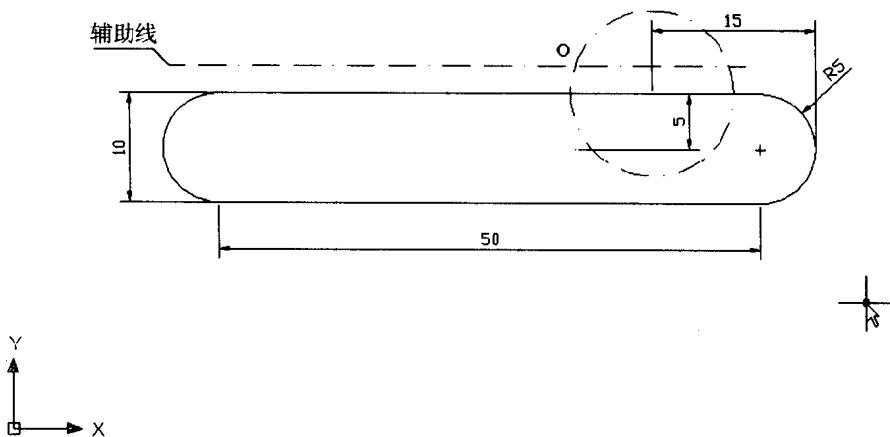

图 1-12 创建辅助圆
- (1) 用前述方法先生成无 R8 圆弧的图形。
- (2) 应用圆弧底和水平线偏移 5 的条件创建辅助线。
- (3) 应用尺寸 15 可以创建辅助圆，如图 1-12 所示。